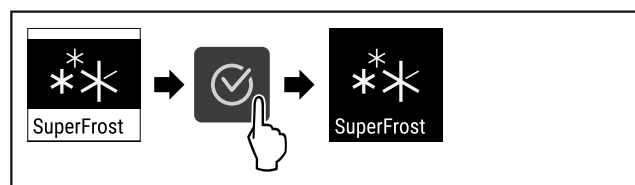

Fig. 93
- ▶ Følg anvisningene (se Fig. 93).